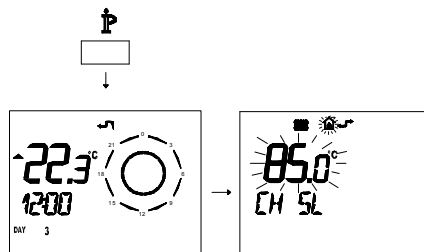

Figura 5.37
• Premere per più di 3 secondi il pulsante **P** para per entrare in modalità *INFO* (Figura 5.37).